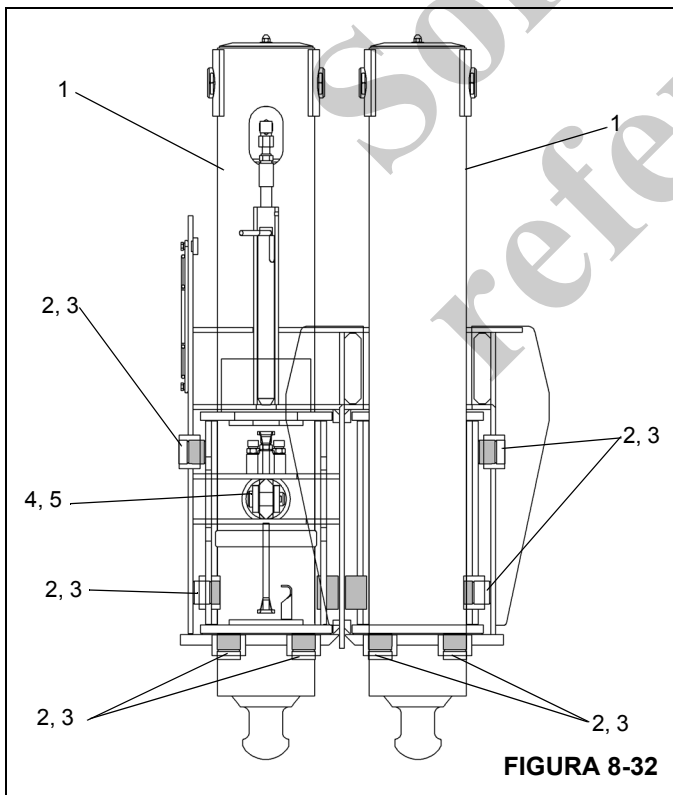

FIGURA 8-32
**NOTA:** Cuando ajuste las almohadillas de desgaste, consulte *Ajuste de almohadillas de desgaste* (Figura 8-32).